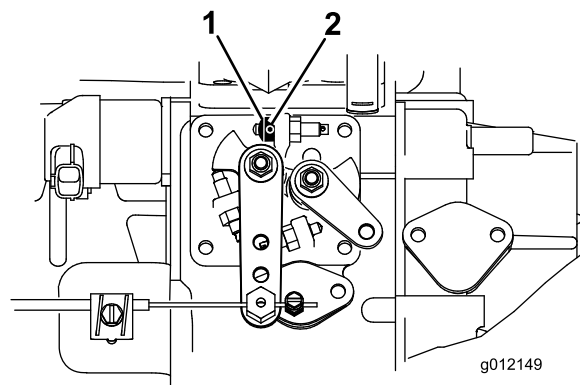

Bild 7
1. Lösen Sie die Stellschraube am Gasbedienungsanschlag (Bild 7).
2. Schieben Sie den Gasbedienungsanschlag auf die hohe Leerlauf-Anschlagschraube (Bild 7). Das abgeschrägte Ende des Gasbedienungsanschlages muss nach außen zeigen.